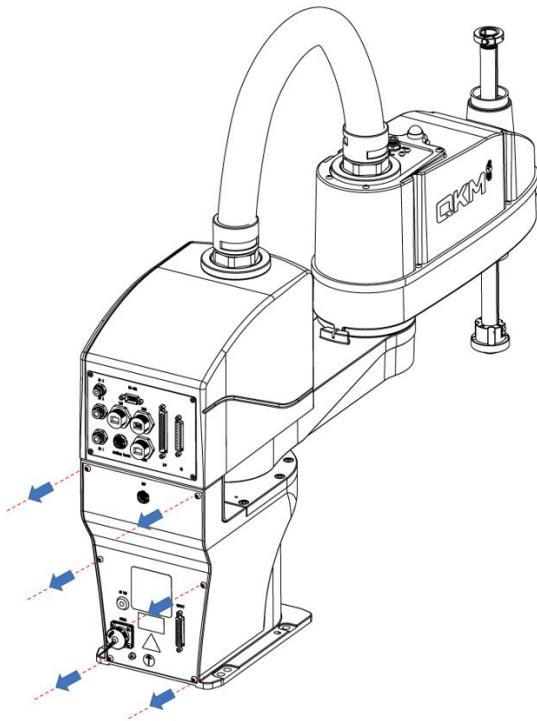

图 4-12 基座接口面板拆卸示意图
**步骤1** 使用2.5号扳手拆卸机器人基座接口面板上的紧固螺钉，如图4-12所示。